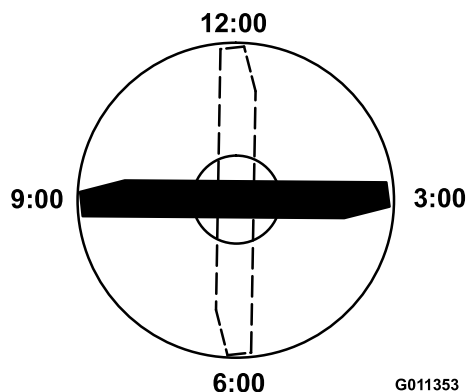

図 94
4. ブレードの印の付いているほうの端部を12時の位置車両進行方向に向け 図 94、作業台の表面からブレードの切っ先までの高さを測定する。
5. 印の付いている端部を3時の位置と9時の位置に向けて図 94それぞれ高さを測定する。